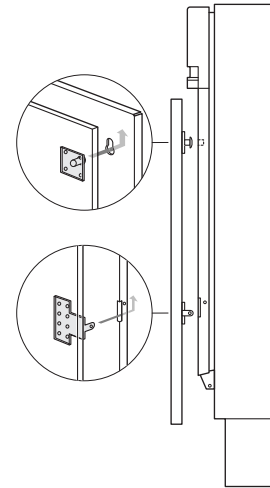

Abb. 10
- Montieren Sie das Befestigungsmaterial auf der Tür wie es auf der Schablone angegeben ist. Die Kunststoffteile an der Oberseite, die Metallteile an der Unterseite. (siehe Abb. 10).